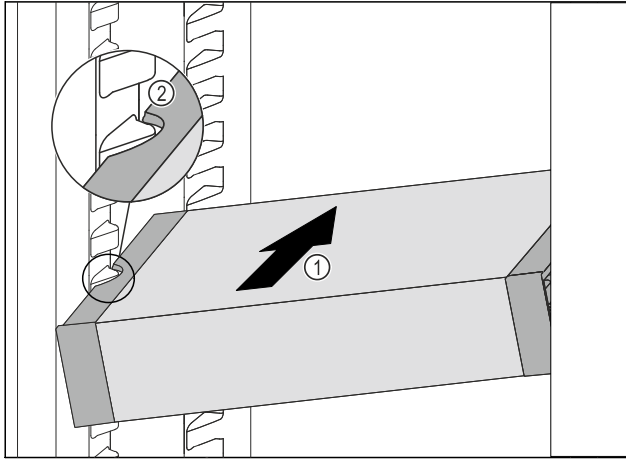

Fig. 101
- ▶ Introduzca el VarioSafe en posición oblicua en el compartimiento del frigorífico Fig. 101 (1) hasta que los huecos laterales Fig. 101 (2) del VarioSafe se encuentren a la altura de la nervadura del recipiente en el compartimiento frigorífico.